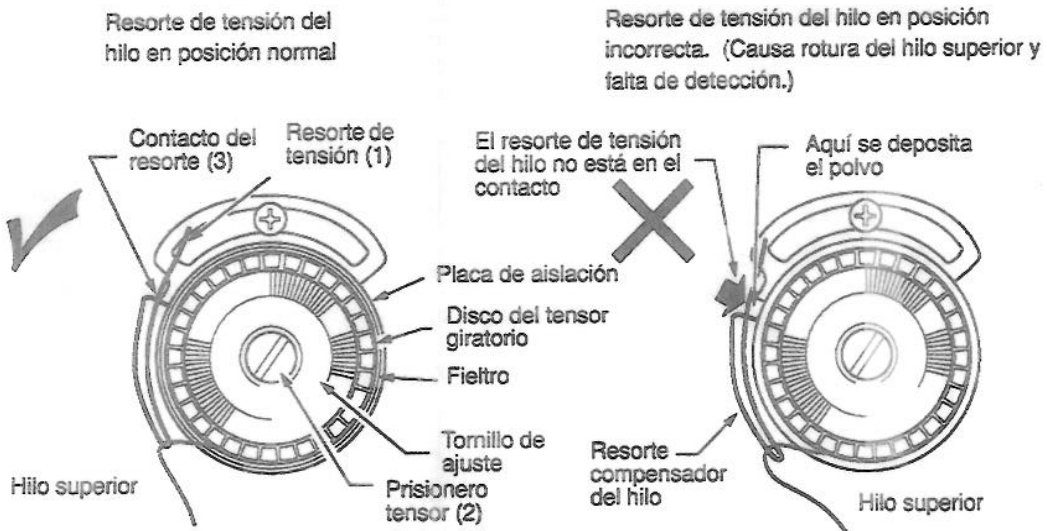

Figura 3-6
NOTA 1: Como indica la Figura 3-6, el resorte de tensión del hilo (1) toca el contacto del resorte (3) cuando el hilo superior está flojo.